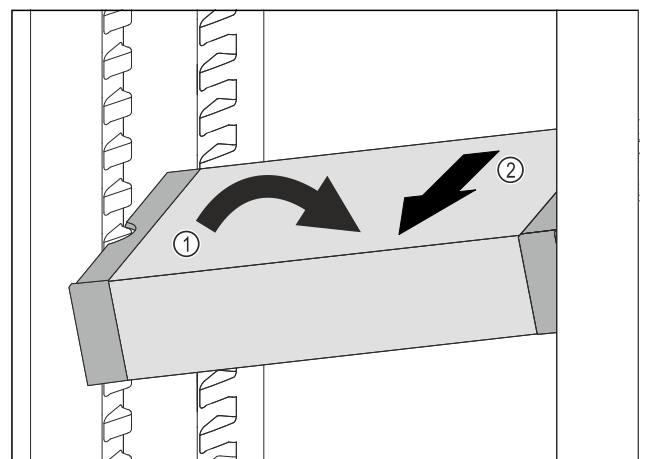

Fig. 173
- VarioSafe im Kühlteil schräg stellen. Fig. 173 (1)
- VarioSafe nach vorne entnehmen. Fig. 173 (2)